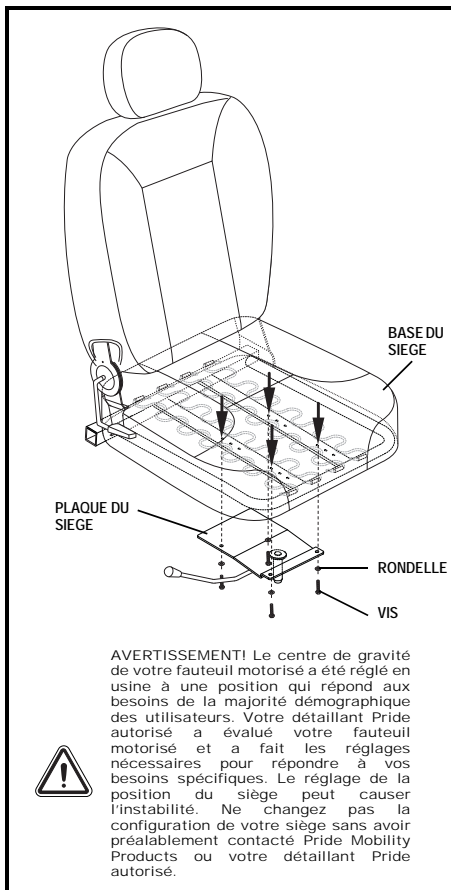

Figure 13. Réglage de la position du siège
5. Retirez les vis et les rondelles du bas de la plaque du siège. **Voir Figure 13.**